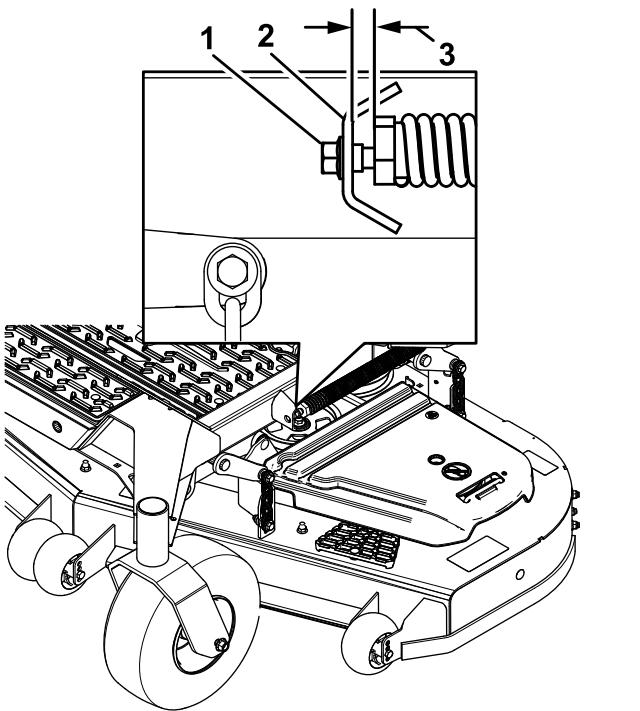

Figure 106
10. Desserrez lentement la vis de réglage sur le ressort d'aide au levage jusqu'à ce que vous puissiez enlever la vis (Figure 106).